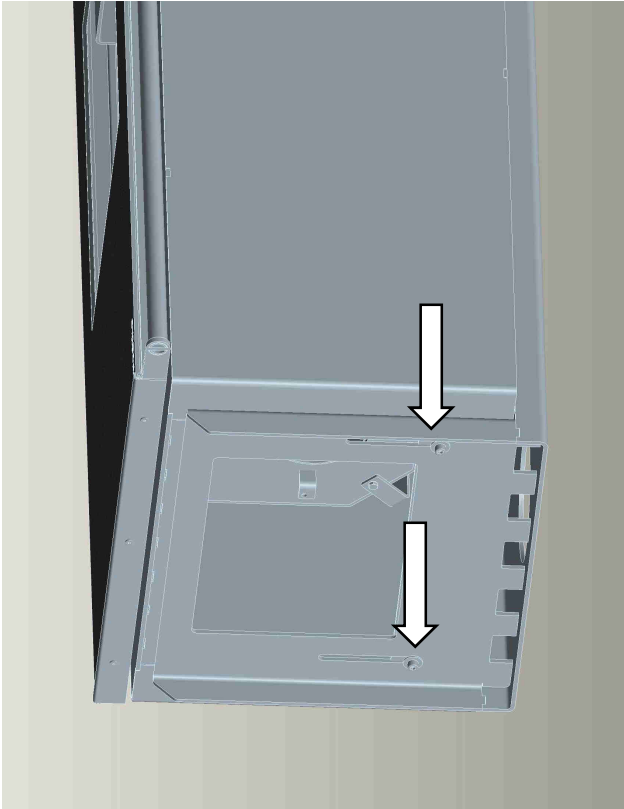

Abb. 8: Ofenkörper auf der Wandhalterung sichern
4. 2 Schrauben mit je 1 Unterlegscheibe auf der Unterseite der Wandhalterung in den Ofenkörper eindrehen. Dabei die Schrauben nicht fest anziehen, sondern nur etwa 4-5 Gewindegänge eindrehen, so daß sich der Ofenkörper auf der Wandhalterung noch bewegen läßt (Abb. 8).